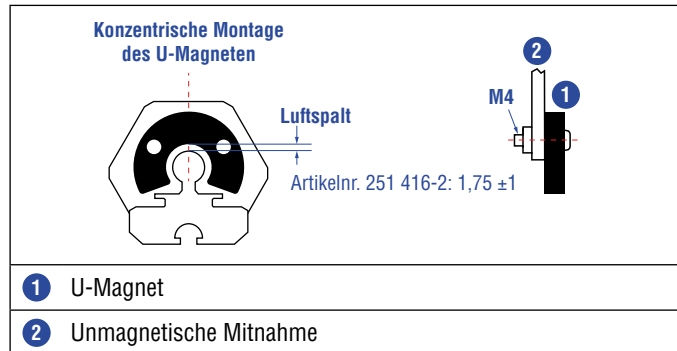

Abb. 65: Montage U-Magnet (Artikelnr. 251 416-2)
- Montieren Sie Blockmagnete zentriert über dem Messstab oder dem Sensorprofil. Maximal zulässigen Luftspalt nicht überschreiten (Abb. 65/Abb. 66).